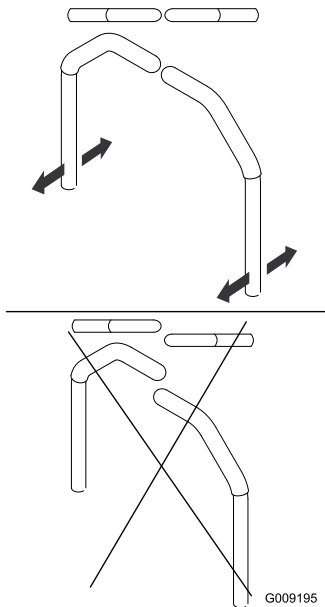

Рисунок 58
- Вирівняйте важелі в положенні спереду на зад, поєднавши важелі разом у НЕЙТРАЛЬНОМУ положенні, та посунувши їх, доки вони не вирівняються, потім затягніть болти (Рисунок 58).